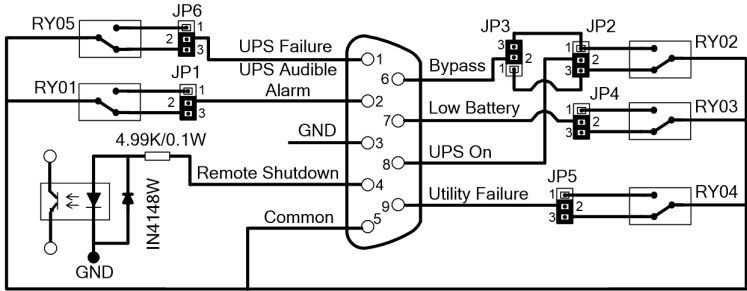

Fig. 3 - Schéma en configuration ACTIF à OUVERTURE
Lorsque le cavalier shunte la broche 3 avec la broche 2 (AO), le signal du contact sec sera ACTIF à OUVERTURE ; voir figure 3.